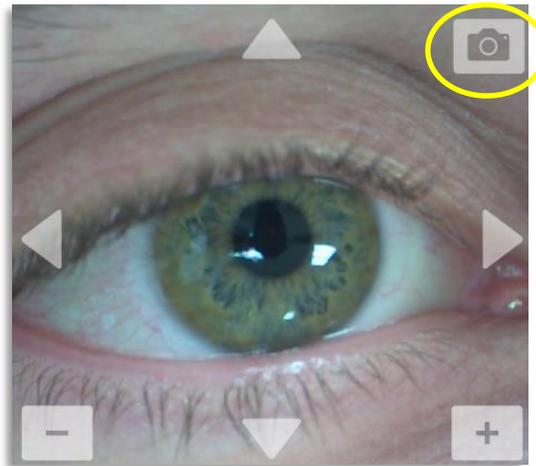

Abbildung 3-31. Bilder erfassen
- Um ein Bild zu erfassen, wählen Sie in der oberen rechten Ecke des Bildes des Auges das Kamerasymbol (siehe Abbildung 3-31).